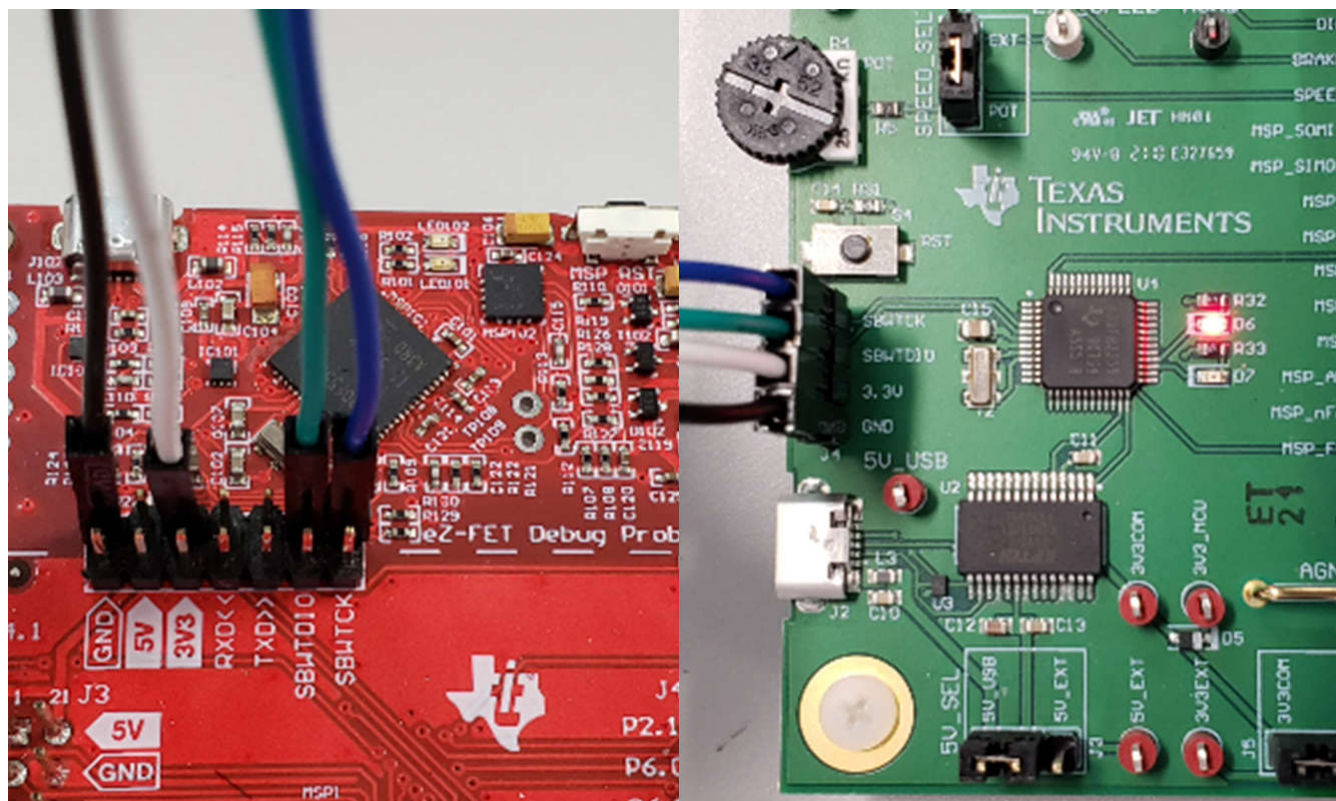

図 3-3. MSP430 LaunchPad™ 開発キット eZ-FET プローブから MSP430FR2355 への接続
2. 表 3-1 および 図 3-3 に示すように、LaunchPad の eZ-FET 側にある GND、3V3、SBWTDIO、SBWTCK 信号の上側ピンを MCF8329HSRRYEVM の J5 の対応ピンにそれぞれ接続します。